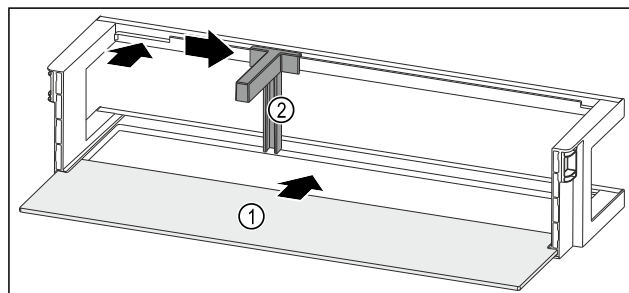

Fig. 190 Dveřní přihrádka s odkládací plochou
- Odkládací plochu Fig. 190 (1) zasuněte do bočních vybrání.
- Držák lahví Fig. 190 (2) vložte do vybrání.
- Držák lahví Fig. 190 (2) posuňte na stranu do požadované polohy.